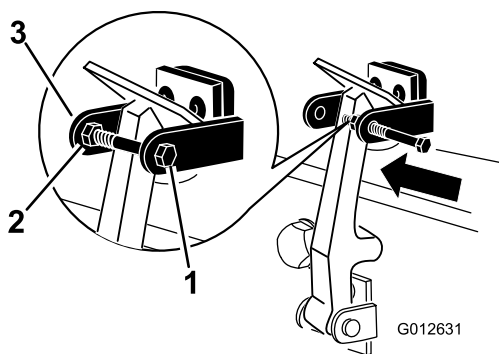

Рисунок 8
8. Вверните болт в другой рычаг кронштейна защелки капота для блокировки защелки в надлежащем положении (Рисунок 8).